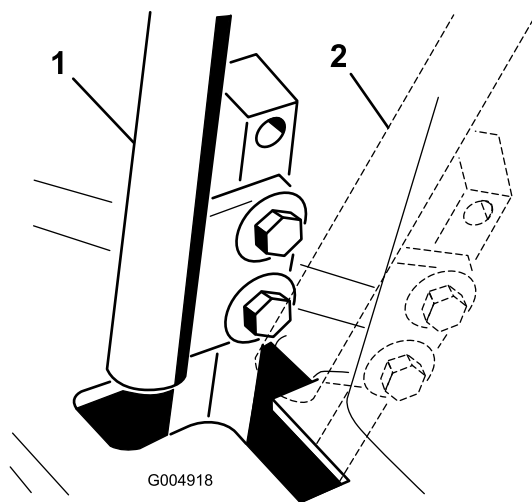

Figura 66
4. Mueva la palanca de control a la posición de punto muerto, pero **no a la posición de bloqueo** (Figura 66).
6. Compruebe la posición de la palanca de control con relación a la muesca de la consola (Figura 66).